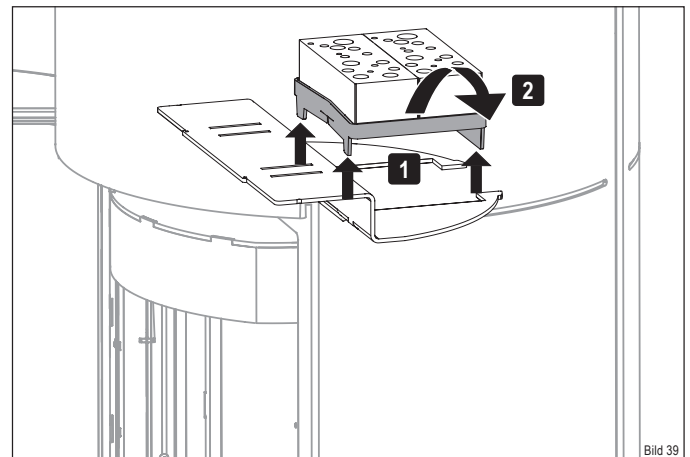

Bild 39
- ▶ Schieben Sie die Katalysatoren-Einheit nach oben und drehen Sie diese, damit sie durch die Öffnung passt (Bild 39).